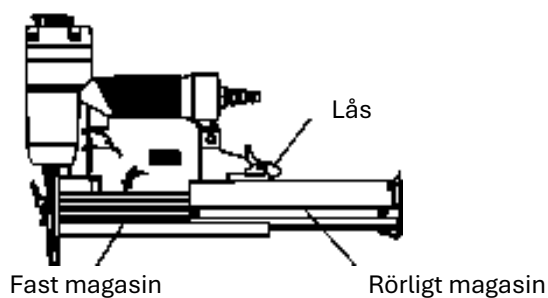

Fig. 2
4. Tryck ned låset för att frigöra det rörliga magasinet och dra ut magasinet helt, se fig. 2.